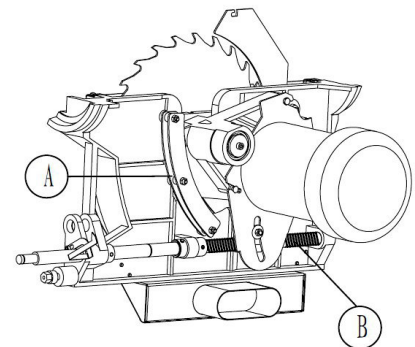

Abb. 24: Wichtige Schmierstellen
Schritt 3: Die Maschine von Sägespänen und Sägestaub absaugen und mit einem trockenen Lappen und/oder mit Druckluft (Schutzbrille tragen!) reinigen. Insbesondere müssen die Führungsschienen B (Abb. 24) und der Schiebeträger A (Abb. 24) sauber gehalten werden.
Schritt 4: Alle beweglichen Teile, insbesondere A, B (Abb. 24) regelmäßig (wöchentlich) schmieren. Alle Riemen und Riemenräder vor Verölung schützen!